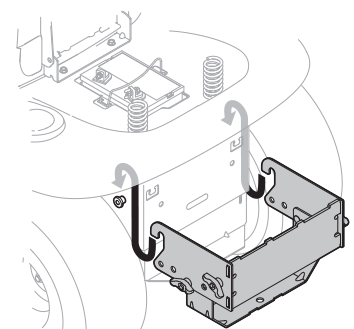

Figure 7
1. Placez les extrémités crochetées de l'appareil. ensemble de montage par-dessus l'épaule boulons à l'arrière du châssis du tracteur et alignez le support d'attelage le trou central avec le trou sur l'axe attelage du tracteur. Voir Figure 7.